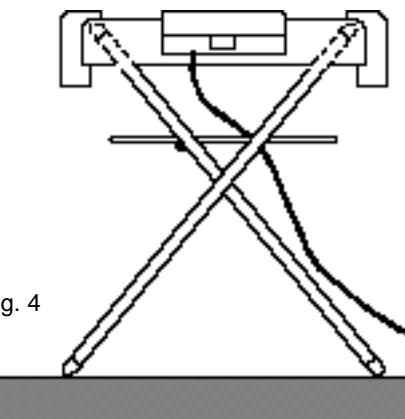

Fig. 4
- De rooster zelf op de standaard plaatsen zoals geïllustreerd in fig. 4.